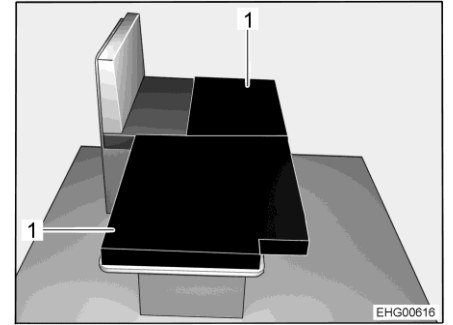

Bild 38 Efter ombyggnaden
- Lägg de båda extra dynorna (Bild 38,1) på det nersänkta bordet så som visas i bild.